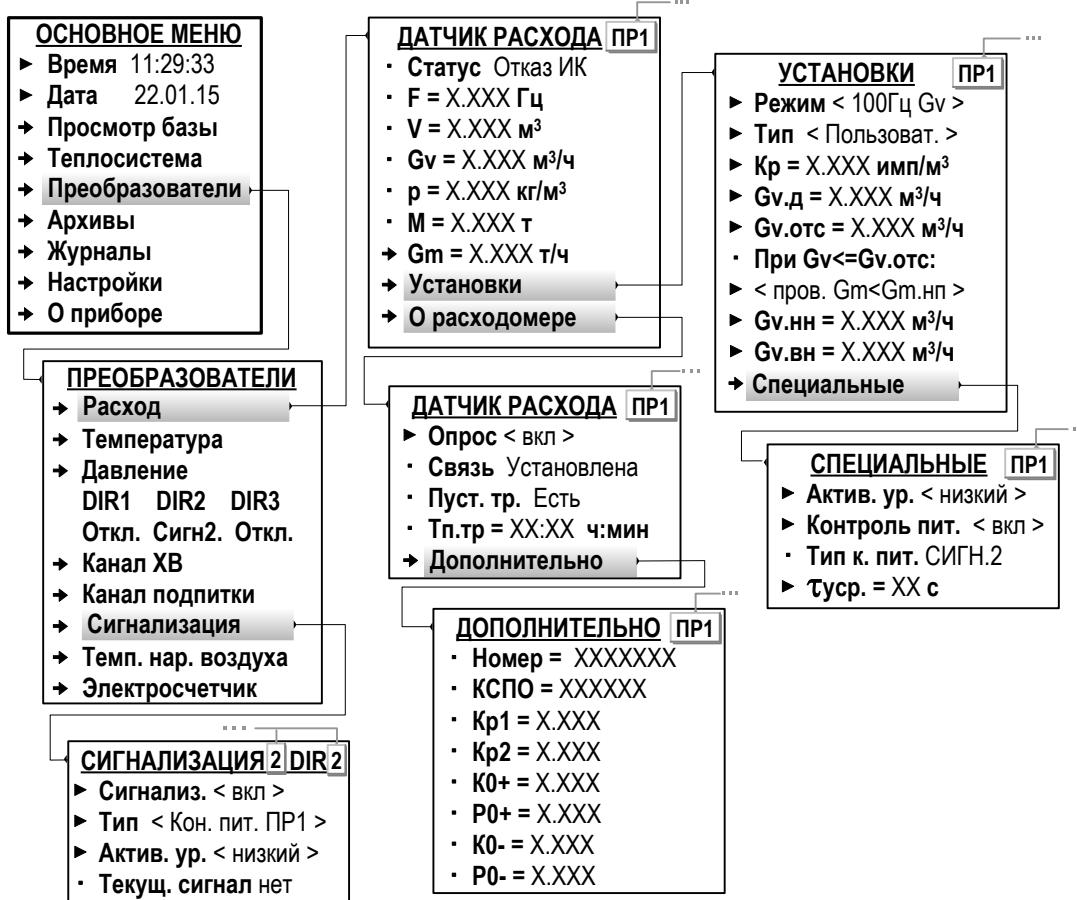

Рис.24. Вид меню установочных параметров ПР (режим СЕРВИС).
Отсутствие сигнала соответствующего уровня от ПР в течение **тпроверка** определяется как **Отказ ИК** (Отказ измерительного канала – меню **Преобразователи / Расход** параметр **Статус**, рис.24).
Контроль питания расходомера также может быть назначен в меню **Преобразователи / Сигнализация** (рис.24). В этом случае в меню **Преобразователи / Расход / Установки / Специальные** будет индицироваться строка **Тип к. пит. СИГН.1(2,3).**
7.5.2.4. Для ПР, физически подключенных к входу «RS485.ПРИБОР» и программно подключенных к ТВ по интерфейсу RS-485 (п.7.3.4.3) в меню **О расходомере** (рис.24) появляются дополнительные строки: